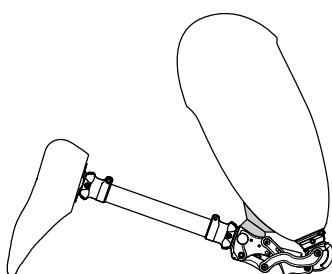

Bild 7
- Om användaren brukar stödja på protesens i maximalt böjt läge skall man fästa en stötdämpande mjuk kudde mellan hylsan och knät (bild 7).